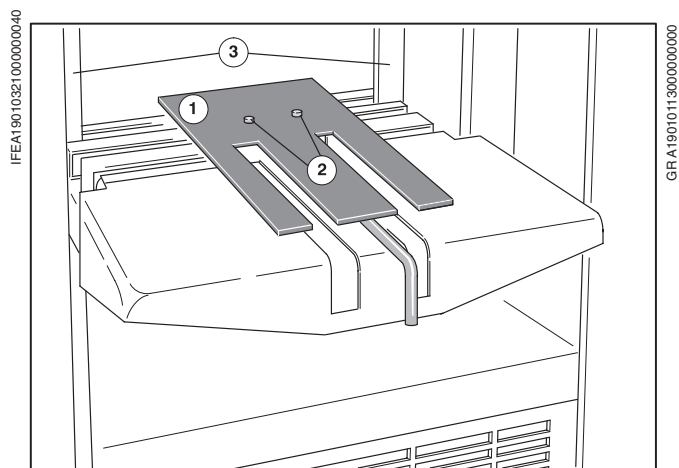

Рис. 39 Вставить стапельную пластину
- ❶ Положить на наклонный стол соответствующую выбранному формату стапельную пластину (Рис. 39/❶) и ввести выравнивающие штифты (Рис. 39/❷) в отверстия. Стапельная пластина должна быть как минимум на 10 мм. уже выбранного формата.
- ❷ Положить конверт по центру стапельной пластины и отрегулировать боковые стапельные направляющие (Рис. 39/❸).